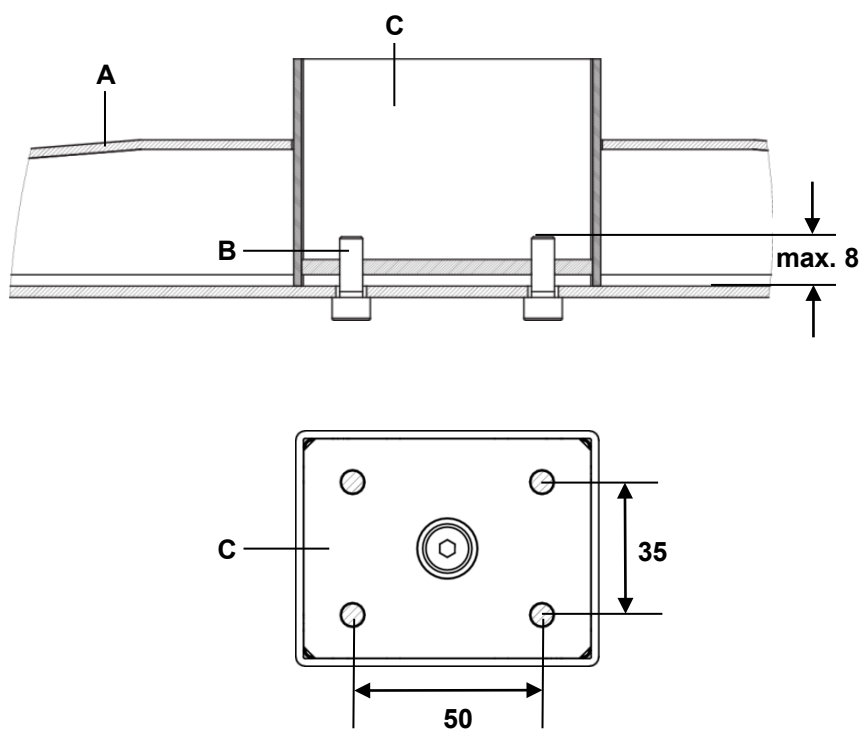
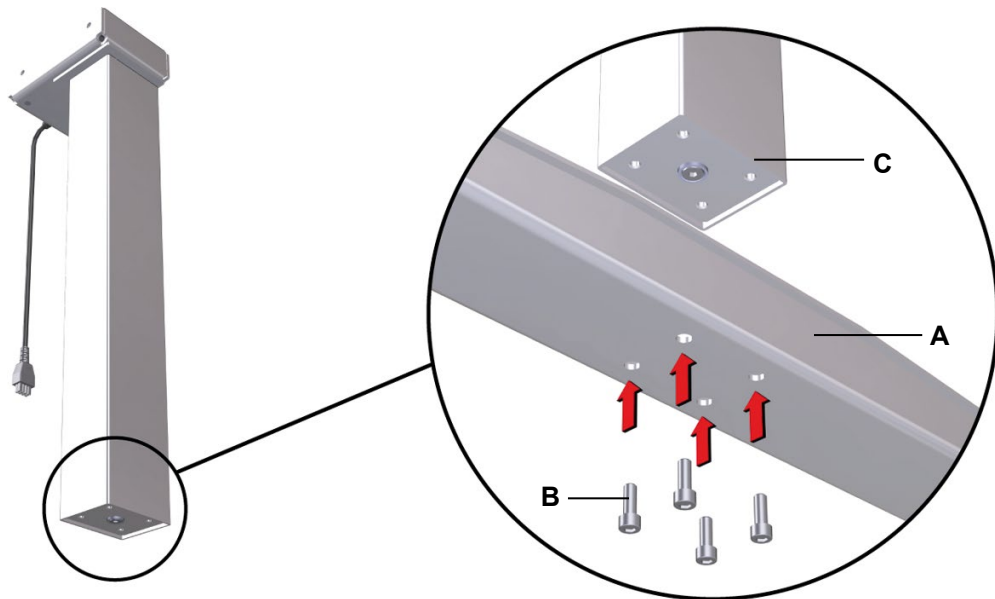

Abbildung 20 Montage Tischfuß (Variante A) (Angaben in mm)
Abbildung 21 Beispiel: Montage Tischfuß (Variante A)
- Verwenden Sie Zylinderschrauben M6 (Festigkeitsklasse 8.8), wie in Abbildung 20 gezeigt. Das Anzugsdrehmoment darf maximal 10 Nm betragen.
- 1 Schrauben Sie den Tischfuß mit vier Schrauben an das Fußende der Hubsäulen DD11S / DD21S, wie in Abbildung 21 gezeigt (maximales Anzugsdrehmoment 10 Nm). Die Montagemaße entnehmen Sie Abbildung 20.